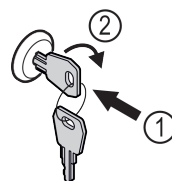

Fig. 124
- ▶ Sleutel erin duwen. Fig. 124 (1)
- ▶ Sleutel 90° rechtersom draaien. Fig. 124 (2)